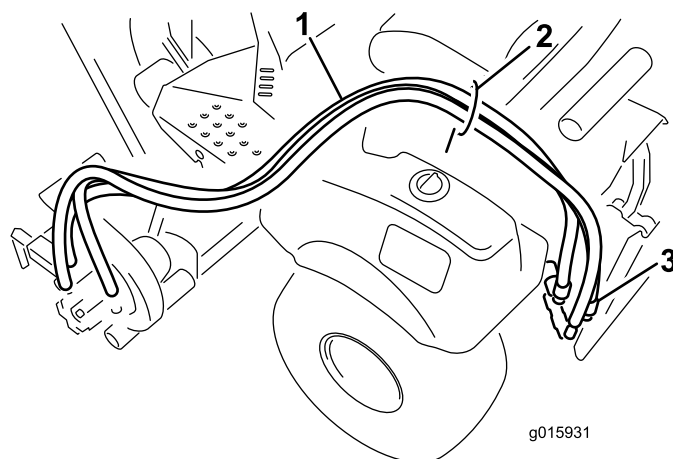

図 7
1. 油圧ホースをホースガイドに通し、機体後方へ導く 図 7。
2. ホースを後リモートコネクタに接続する 図 7。